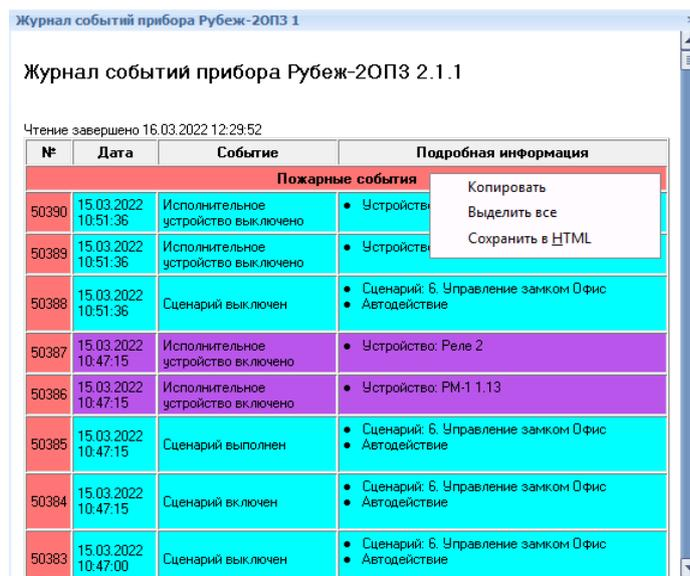

Рисунок 16.5 – Окно «Журнал событий прибора "Рубеж-20ПЗ" 1»
6) «Журнал событий» – считывается из прибора журнал событий (рисунок 16.5).